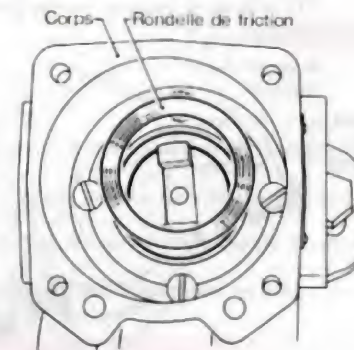

Fig. 26.
- Placer la rondelle de friction, puis vérifier la rotation de l'ensemble (fig. 26).